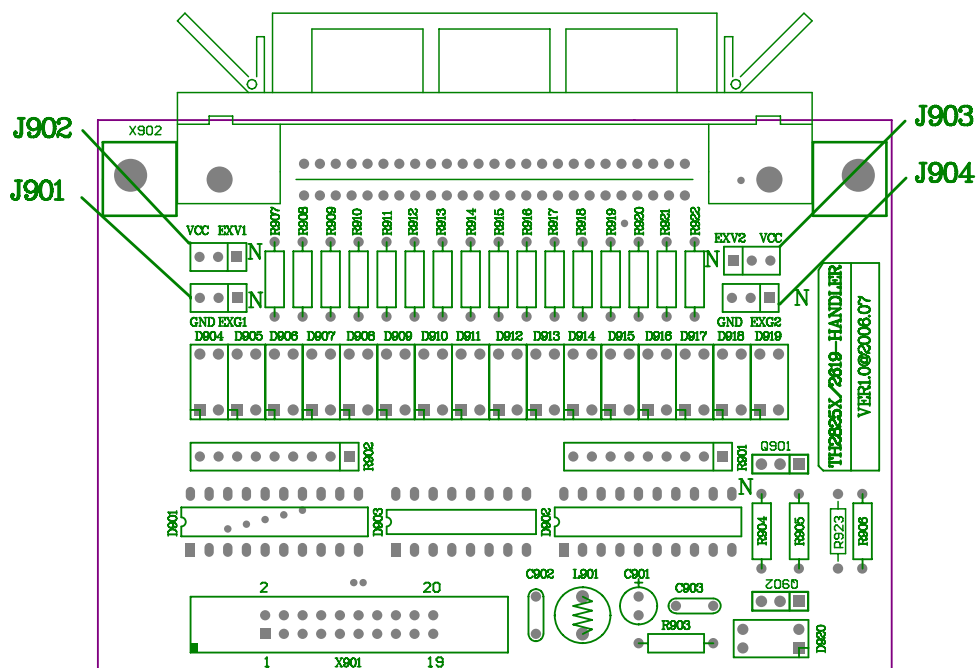

图 8-7 跳线在 HANDLER 板上的位置
- ☞提示：在表 8-6 和图 8-7 中，“N”表示出厂时默认的跳线设置。